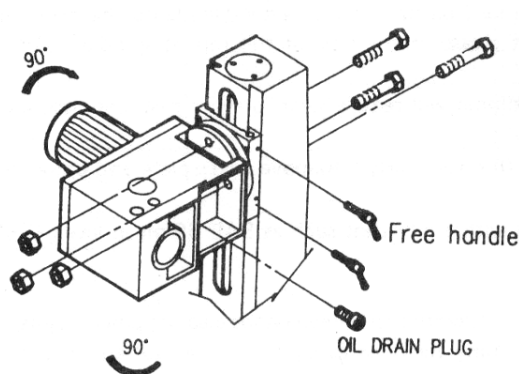

Fig. 1
Basculez la tête comme indiqué sur fig.1. Ouvrez le bouchon de vidange pour permettre à l'huile de couler complètement de l'ouverture. Fermez ensuite le bouchon et basculez la tête vers la position droite. Enlevez le bouchon de filtre à huile, faites le plein de la boîte de vitesse jusqu'à ce que le niveau d'huile atteigne le milieu du niveau. Refermez ensuite le bouchon.
## 7. Utilisation des pièces principales de la machine (Voir fig.1)
- Pour monter ou pour descendre la tête, desserrez les deux écrous à haute performance de la tête comme indiqué en fig. 1. Utilisez le levier de droite pour faire monter ou descendre la tête sur son mécanisme de transmission par engrenages. Lorsque la hauteur désirée est atteinte, resserrez les écrous afin d'éviter toutes vibrations.